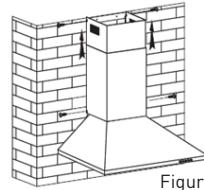

Figure 6
- Réglez la hauteur de la cheminée intérieure par rapport à la position du support de cheminée intérieure et fixez-la à l'aide de vis. Voir figure 6.